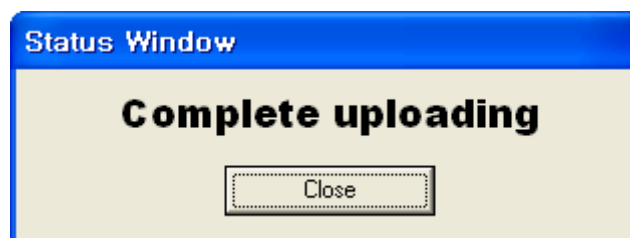

图 13. 完成升级
⑥ 当升级完成时，一个“Complete Uploading”消息框将会如下图13所示显示。